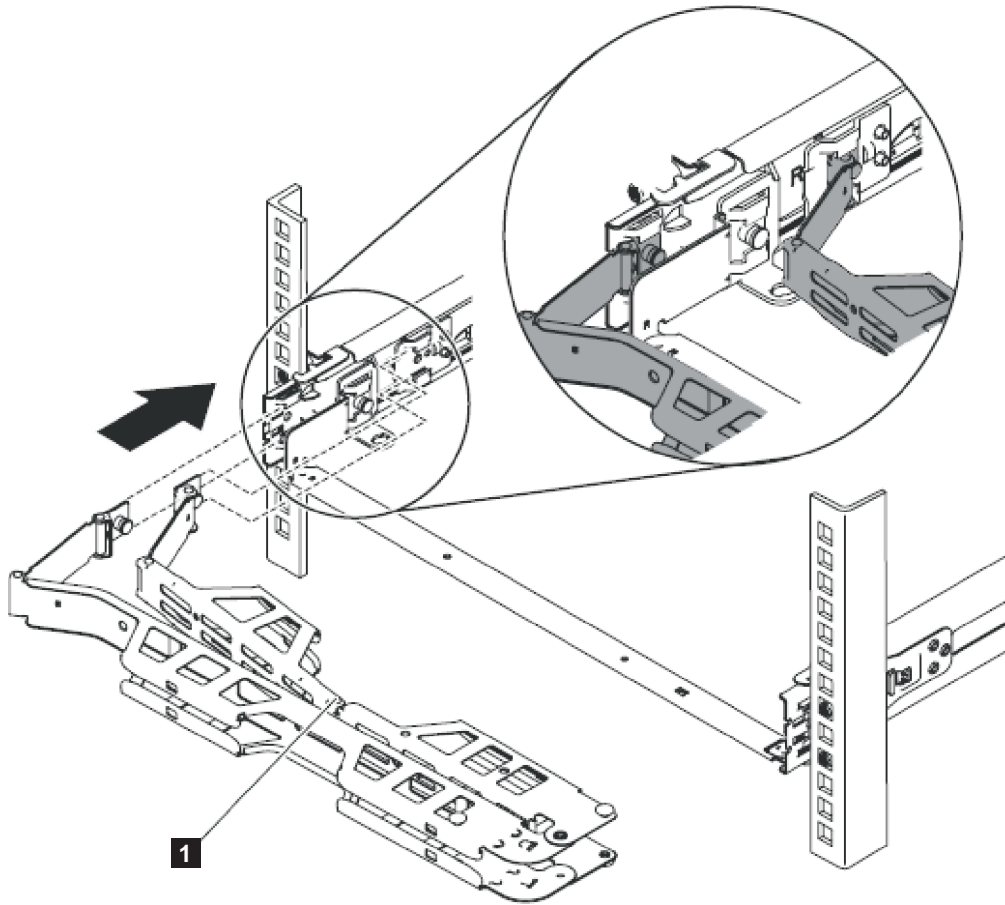

图 27. 安装电缆管理臂
2. 如第 29 页的图 27 所示，安装电缆管理臂。
注: 如图 27 中的 **1** 所示, 确保臂上的结点面向 SAN Volume Controller 2145-CG8。